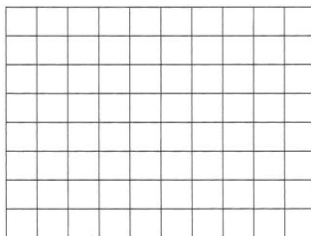

Рис. 5.15
- Перенесите изображение с экрана осциллографа на график (рис.5.15).